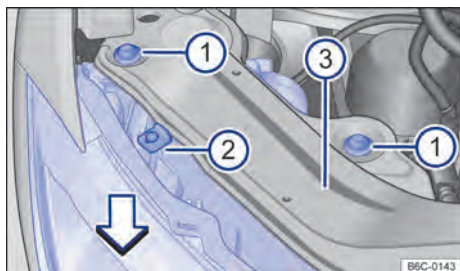

Fig. 181 No compartimento do motor: parafusos de fixação do farol dianteiro.
- Remover os parafusos de fixação → Fig. 181 ① com o auxílio de uma chave torx.
- Mover o farol para frente, no sentido da seta → Fig. 181, até que os dois cliques da parte inferior desencaixem e possibilite a remoção do farol.
- Desencaixar o conector de alimentação, para remover totalmente o farol → ④.
- Recolocar o farol cuidadosamente até que os dois cliques inferiores encaixem e o batente superior → Fig. 181 ② encoste no suporte do farol ③.
- Recolocar os parafusos de fixação ① na carcaça do farol.
- Pressionar o farol contra o batente central superior ② e apertar os parafusos ① com a chave torx.